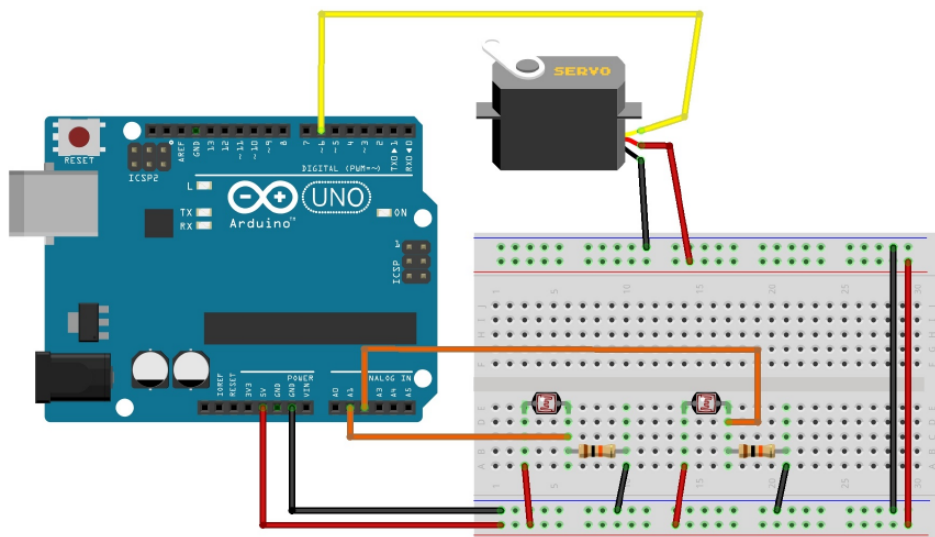

Figura 4: Conexiones del circuito.
1. Armar el circuito con las fotoresistencias como se muestra en la figura 4.